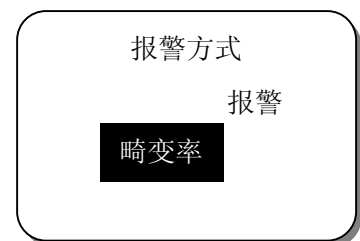

图 16 报警方式子菜单
- 报警方式：选择总谐波畸变率越限报警或谐波值越限报警，见图 16 所示。